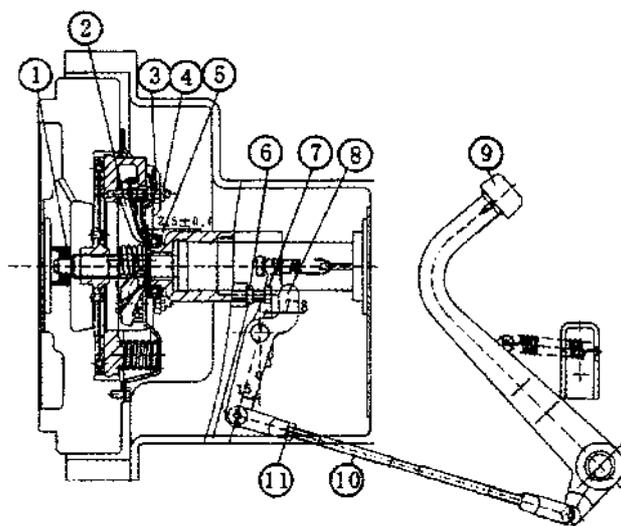

Рис. 6-1. 9" сухое сцепление одинарного действия
1. В тракторах применяется 10" сухое сцепление. Конструкция сцепления как указана на Рис. 6-1. (1) Регулировка сцепления (см. Рис. 6-1.)